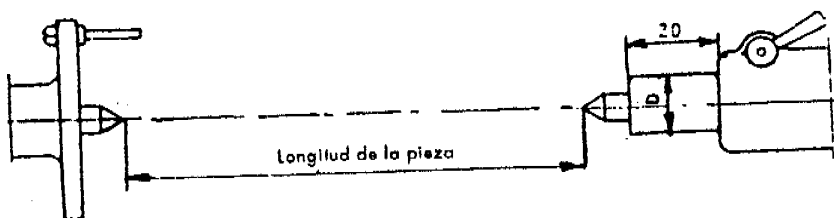

Figura 3
a. Desplace el cabezal móvil y fijelo a la posición adecuada (Figura 3).